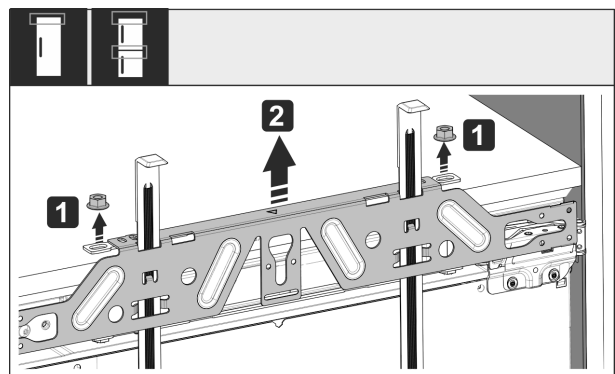

Fig. 50
- Svitare i controdadi Fig. 50 (1).
- Togliere la traversa di fissaggio Fig. 50 (2).